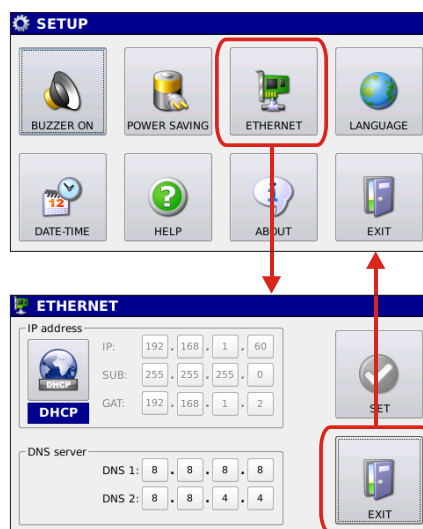

Figura 6.7 Menu di configurazione della connessione Ethernet.
6.3  **Configurazione connessione alla rete.** Premendo il tasto Ethernet si ha accesso al pannello per la gestione del collegamento alla rete dello strumento (Figura 6.7).